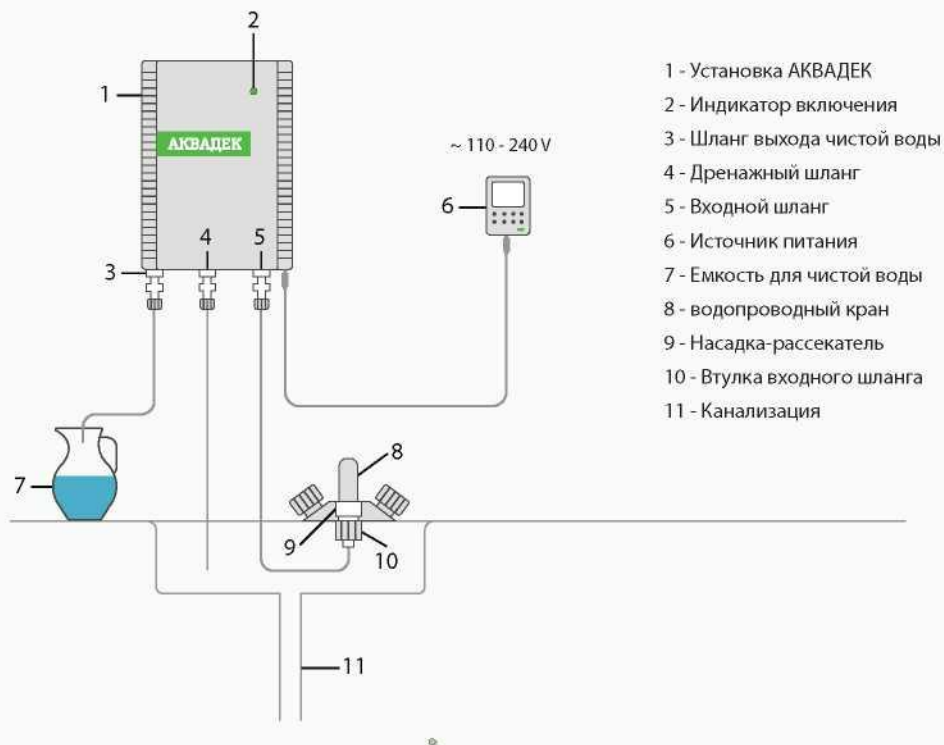

Рис. 1. Схема подключения установки
- Подсоединить к установке входные и выходные шланги при помощи быстроразъемных штуцеров. Вставить разъем адаптера (источника питания) в гнездо электропитания установки (см. рисунок 1).